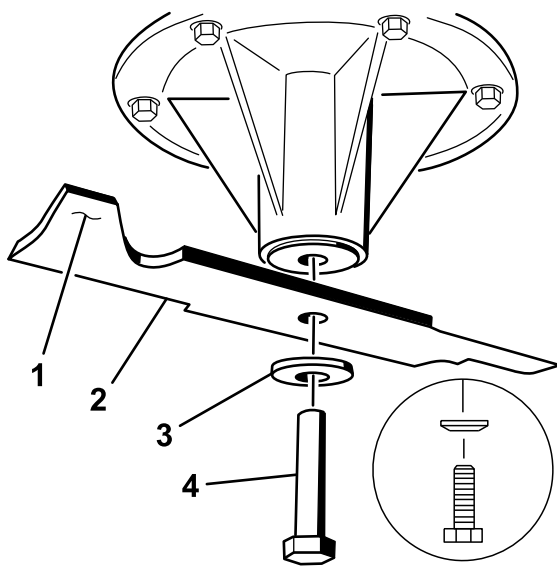

Figure 98
2. Enlevez de l'axe, le boulon, la rondelle bombée et la lame (Figure 98).